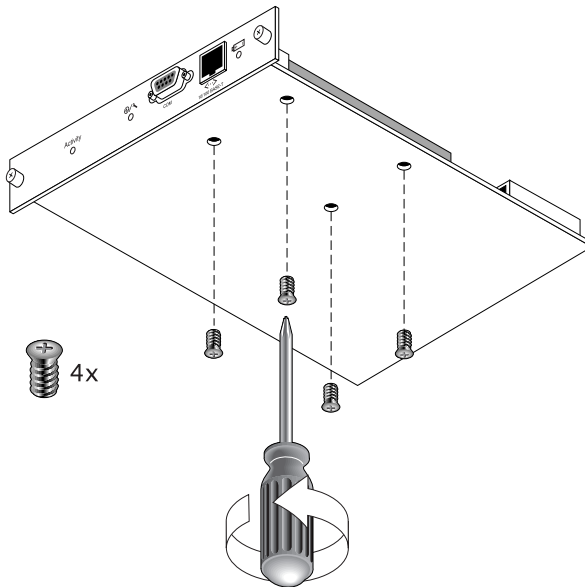

FIGURE 4-6 Partie inférieure du module de la batterie pendant le retrait des vis
4. **Retirez les vis de la partie inférieure du module pour libérer la batterie du module comme indiqué dans la FIGURE 4-6.**